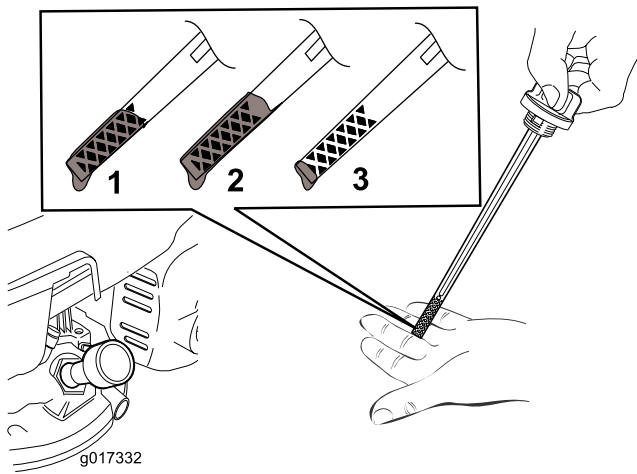

Bild 7
2. Ziehen Sie den Peilstab (Bild 7) heraus.
Hinweis: Füllen Sie das Motorkurbelgehäuse mit Öl, bis der Peilstab angibt, dass der Ölstand im Motor richtig ist, wie in Bild 7 abgebildet. Wenn Sie zu viel Öl in den Motor füllen, lassen Sie etwas Öl ab, wie in Wechseln des Motoröls (Seite 16) angegeben.